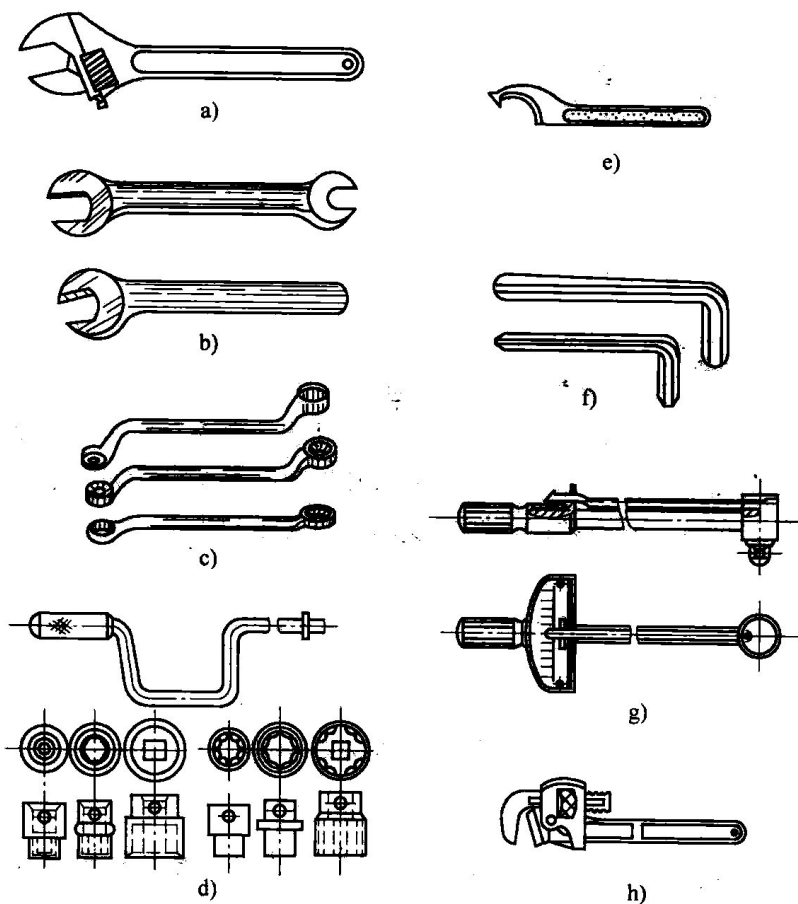

图 1-1 扳手
(1) 扳手 扳手用以紧固或拆卸带有棱边的螺母和螺栓,常用的扳手如图 1-1 所示。